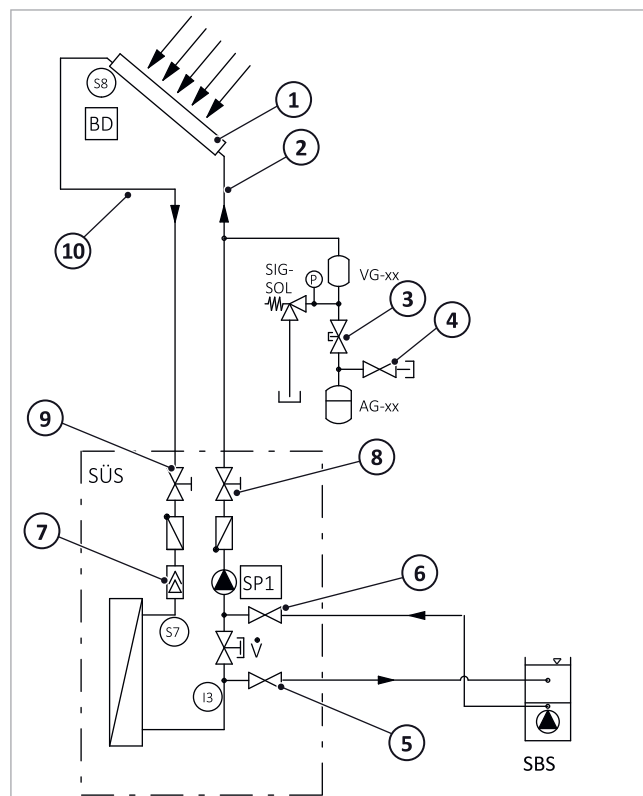

Fig. 105: stazione di trasmissione del calore solare: spurgo della linea della pompa
- Dopo il nuovo riempimento del circuito solare, durante l'esercizio avranno luogo dei degassamenti i quali si accumulano nell'intercettazione aria della stazione → *fig. 105, S. 53 (7)*. Questi degassamenti si riducono man mano che aumenta la durata di esercizio. Nei primi giorni dopo la messa in funzione, quindi giornalmente, sfiatare l'intercettazione aria e, infine, a seconda della separazione della quantità d'aria ad intervalli più lunghi e controllare la pressione dell'impianto.